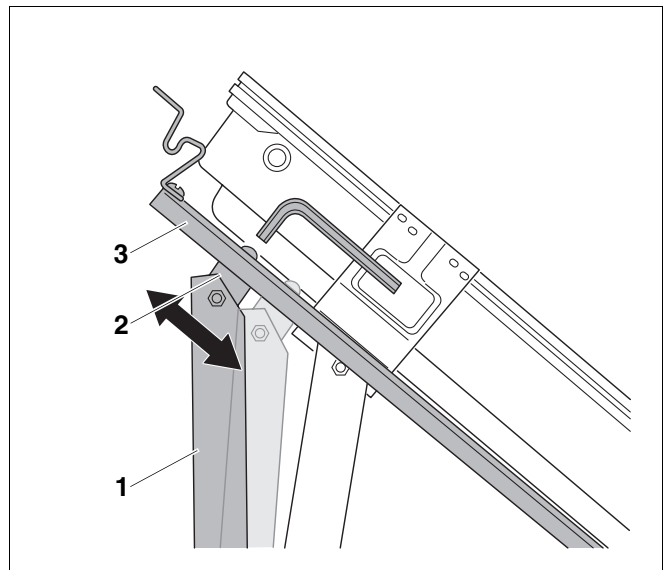

Fig. 3 Adaptar el ángulo de inclinación
- Desmonte el soporte (fig. 3, **pos. 1**) del apoyo del colector con la cabeza de unión articulada (fig. 3, **pos. 2**) mediante los tornillos de cabeza semiesférica.
- Coloque el apoyo (fig. 3, **pos. 1**) en la nueva posición del orificio ovalado que se ha determinado, de manera que el perfil guía (fig. 3, **pos. 3**) quede apoyado de forma plana y paralela en la parte inferior del colector.
- Atornille el apoyo (fig. 3, **pos. 1**) con un tornillo de cabeza semiesférica.